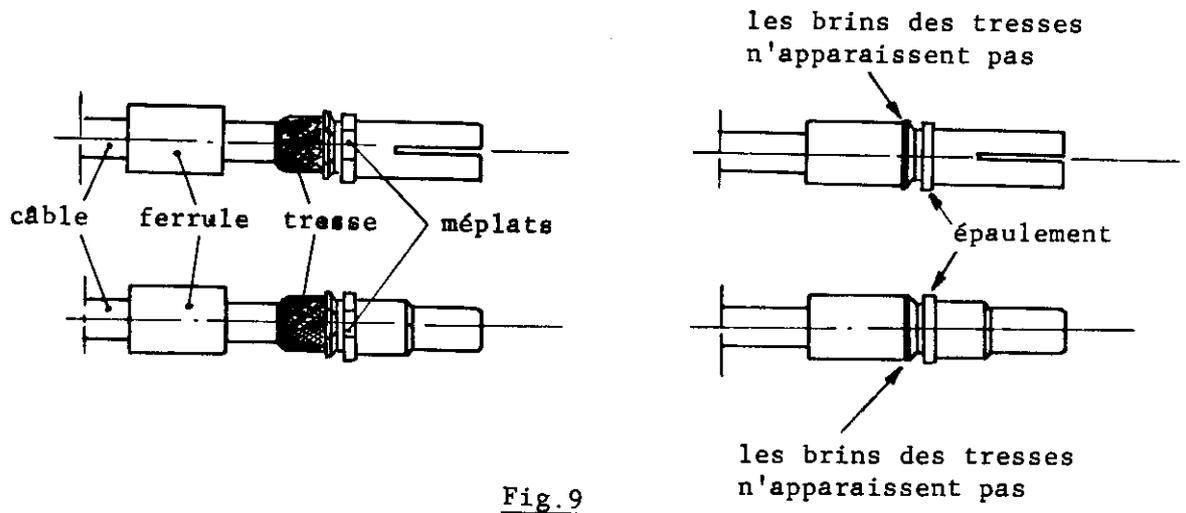

Fig.9
- Faire glisser la ferrule jusqu'à l'amener en butée sur l'épaule du contact. (fig.9)